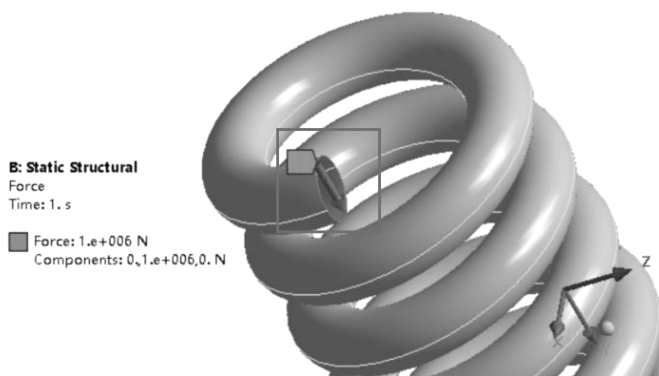

图 7-16 施加力载荷
(4) 施加力：在标准工具栏中单击 ，然后选择圆柱螺旋弹簧另一端两个边线（参照图中坐标系），接着在环境工具栏中单击【Loads】→【Force】→【Details of “Force”】→【Definition】→【Define By】= Components，【Y Component】= $1 \text{e} + 6 \text{N}$ ，如图 7-16 所示。